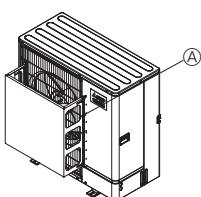

Fig. 2-3
- ② Τοποθετήστε έναν προαιρετικό οδηγό αέρα, αν πρόκειται να εγκαταστήσετε τη μονάδα σε σημεία όπου υπάρχει το ενδεχόμενο να φυσούν απευθείας στο στόμιο εξαγωγής του αέρα πολύ δυνατό άνεμο κτλ. (Fig. 2-3)